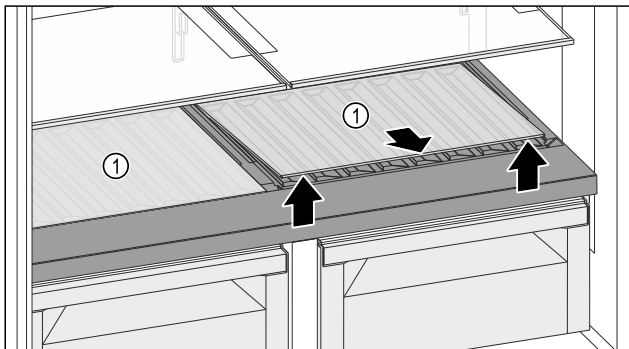

Fig. 125
- ▶ Dvignite stekleno ploščo ali obe stekleni plošči Fig. 125 (1) pri odprtini spredaj in ju odstranite.
- ▶ Stekleno(-e) ploščo(-e) Fig. 125 (1) varno shranite zunaj naprave.